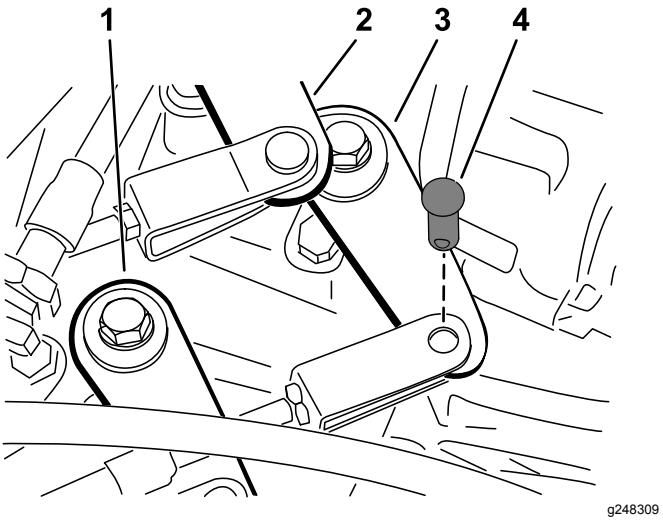

Рисунок 44
- Снимите шплинтуюемые штифты, крепящие тросики переключения передач к рычагам переключения передач (Рисунок 44).
- Снимите шплинтуюемый штифт, который крепит трос высокого-низкого диапазона к коробке передач (Рисунок 44).